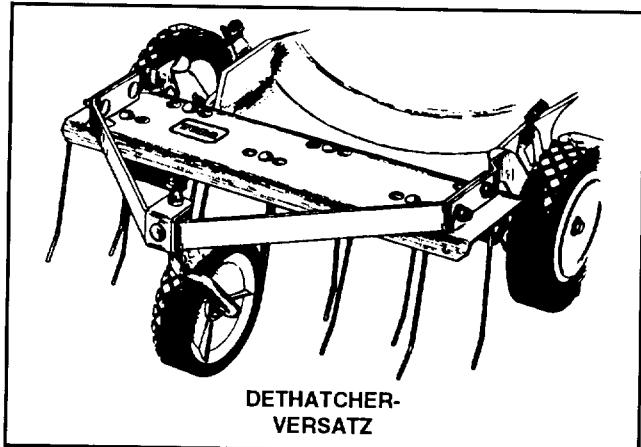

Abbildung 27
1. Zinkenvorsatz-Kit, Modell Nr. 59131 – In Minuten montierbar. Vorne befestigt zwecks einfacher Manövrierbarkeit. Zinken lockern Materialanhäufungen. Für einfaches Absaugen in den Grasfangsack (Abb. 27) und praktische Entleerung.